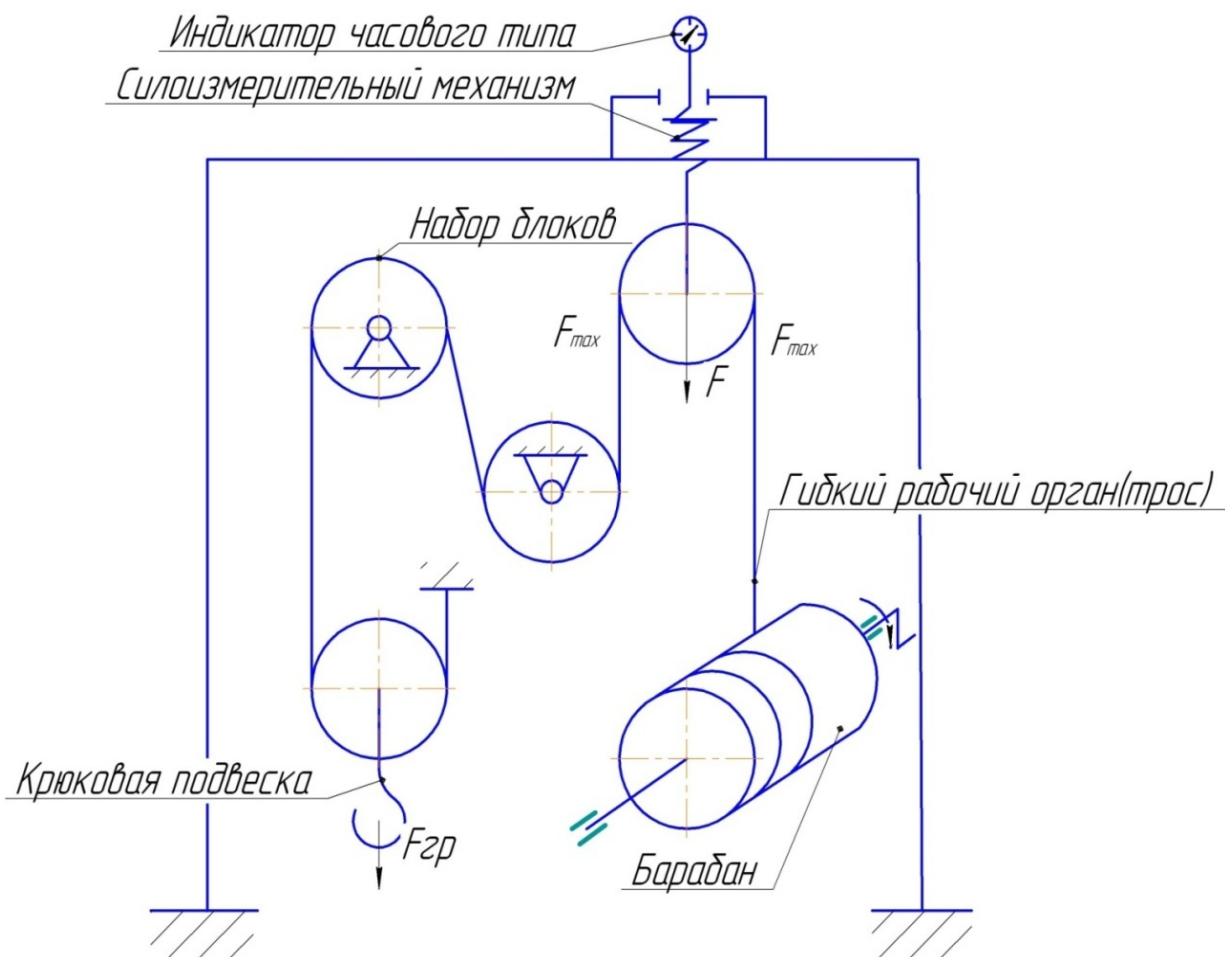

Рисунок 5-Схема лабораторной установки.
- установка для составления полиспаств различной кратности (рис. 5);